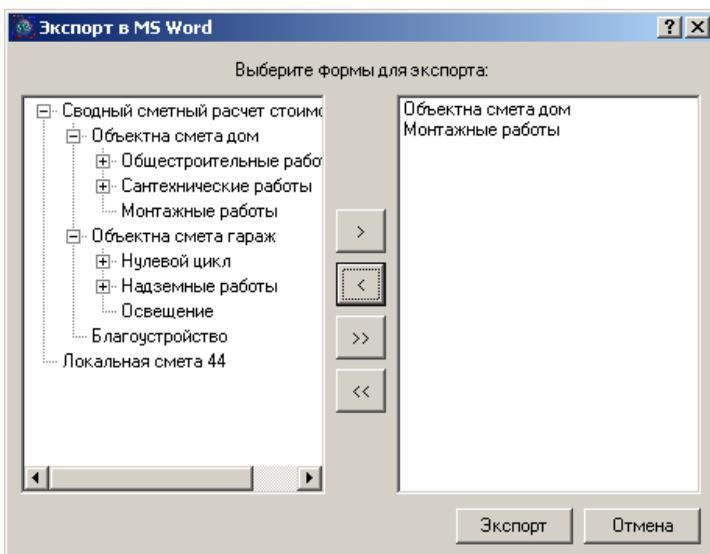

Рис. 7.1 Диалоговое окно экспорта файла SmetaWIZARD в формат RTF.
3. В открывшемся диалоговом окне «*Экспорт в RTF*» (Рис. 7.1) выберите формы, которые необходимо *экспортировать*, и двойным щелчком или с помощью кнопки  – «Добавить» добавьте их из левой панели в правую и нажмите кнопку «Экспорт».